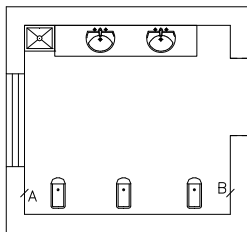

图 2-75 打开布置隔断素材
① 按 Ctrl+O 组合键，打开配套光盘提供的“第 2 章/ 2.3.2 布置隔断.dwg”素材文件，结果如图 2-75 所示。
② 单击“建筑”→“布置隔断”命令，命令行提示如下：